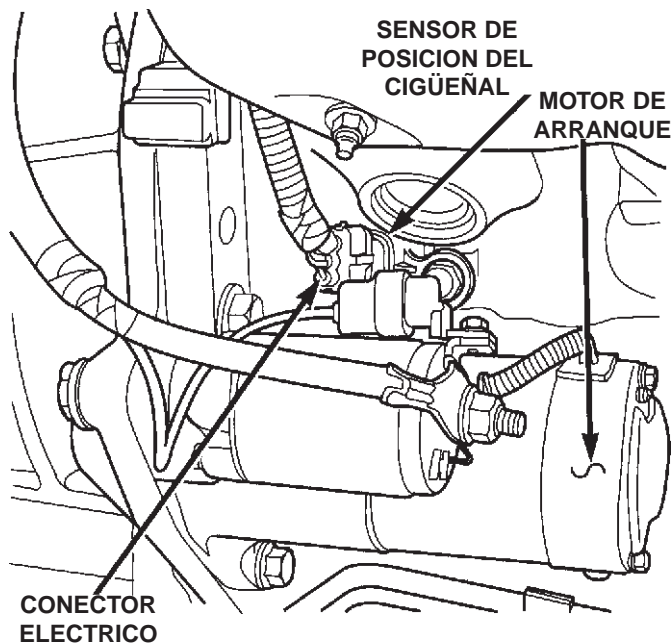

Fig. 30 Localización del sensor CKP del motor V-8 de 4.7L
El sensor de posición del cigüeñal (CKP) se atornilla a un lado del bloque del motor arriba del motor de arranque (Fig. 30). Este se localiza en un agujero maquinado en un lado del bloque del motor.
(2) Desconecte el conector eléctrico del CKP del sensor (Fig. 30).